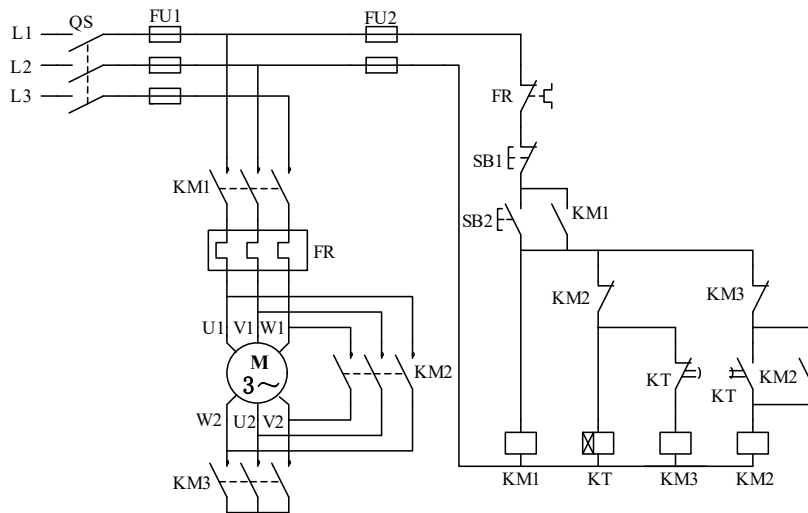

图3-2-1 时间继电器控制 Y—△降压启动控制线路
某企业现采用继电接触控制系统实现对一台大功率电机的Y—△降压启动，Y—△降压启动线路如图3-2-1所示。请分析该控制线路图的控制功能，并用可编程控制器对其控制线路进行改造升级。
1. 根据图3-2-1所示原理图，分析该线路的控制功能；